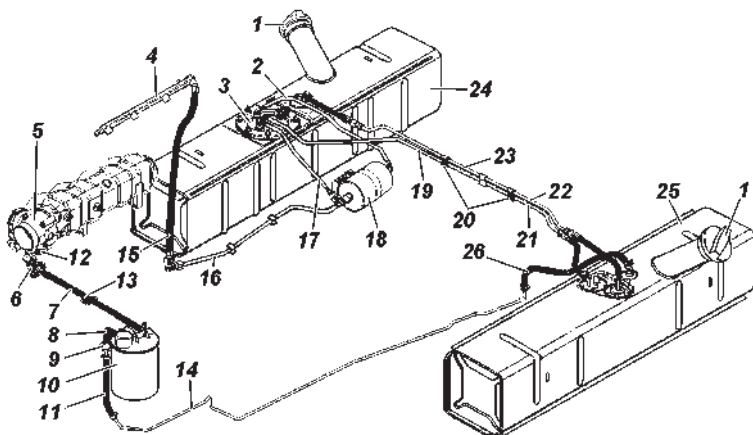

Рис. 9.7. Схема системы питания двигателя топливом:
**Фильтр тонкой очистки топлива 18** (рис. 9.7) выполнен в виде одноразового неразборного фильтр-патрона. При засорении фильтра его необходимо заменить.
**Топливные баки 24, 25** (рис. 9.7). Обслуживание топливных баков заключается в периодической промывке фильтра топливного модуля (правый бак) и промывке самих баков.
**Топливный модуль 3** (рис. 9.7) погружного типа, включающий в себя электробензонасос, сетчатый фильтр, струйный насос, регулятор давления и датчик указателя уровня топлива. В крышке погружного модуля встроен струйный насос для обеспечения перекачки топлива с дополнительного бака в основной бак. При отсутствии перекачки топлива из дополнительного бака в основной,